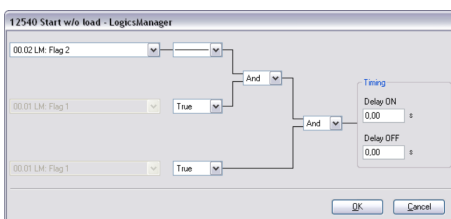

Abb. 256: LogicsManager-Funktion „Start ohne Übernahme“
3. Die LogicsManager-Funktion "Start ohne Übernahme" (Parameter 12540 ↪ S. 324/↪ S. 1007/↪ S. 1007) kann konfiguriert werden (siehe Abb. 256).